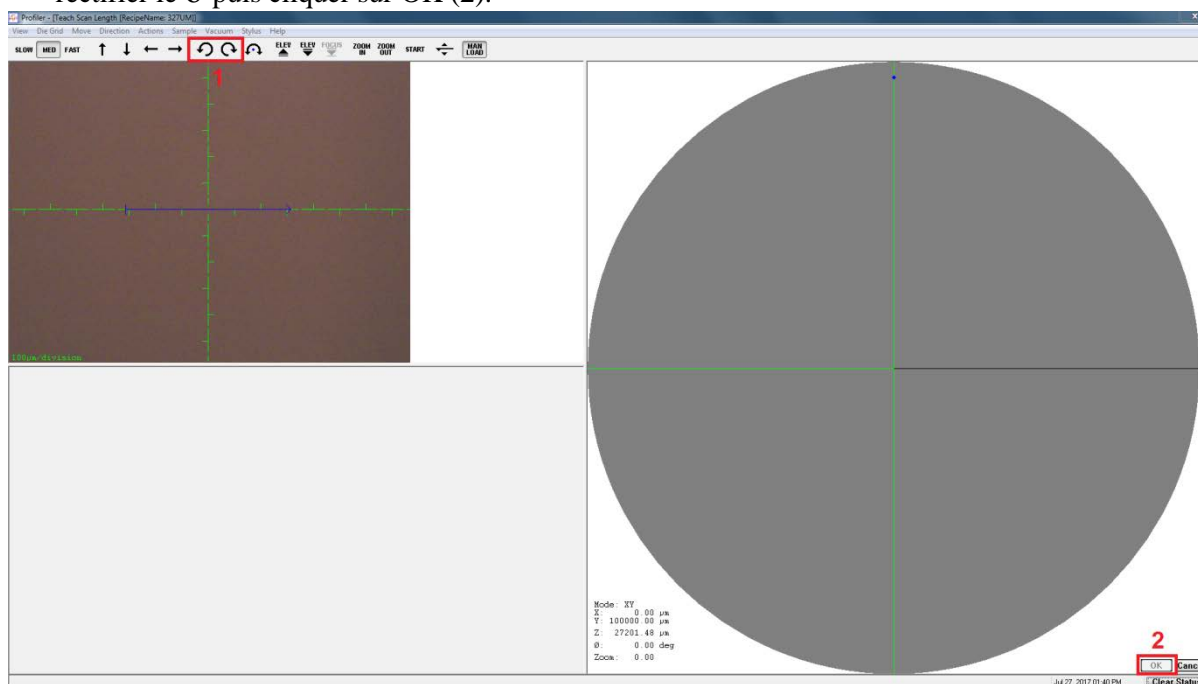

Figure 26 : Teach scan length
A l'aide des boutons (1) de la figure 26, faites tourner le plateau du profilomètre de manière à rectifier le θ puis cliquer sur OK (2).
Une fois bien positionner sur le premier point de référence, cliquer sur OK (2) (Figure 26), et recommencer l'opération pour le deuxième point.